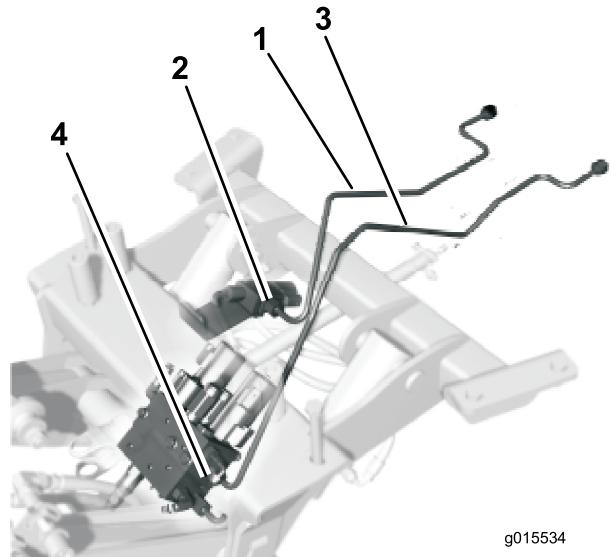

Figure 4
1. Branchez sans serrer le tube hydraulique court au raccord droit de la valve (Figure 4).
2. Branchez sans serrer le tube hydraulique long au raccord droit du collecteur (Figure 4).
2. Guidez le tube hydraulique le plus court (Figure 4) autour et au-dessus de la tige de commande de déplacement.